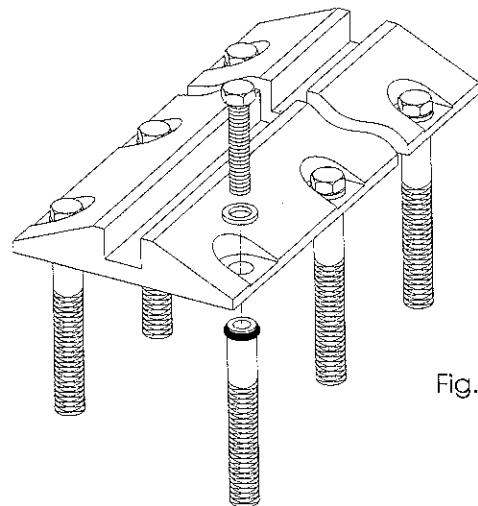

Fig. 2
- 3) Predisporre il corpo pedana per l'ancoraggio al suolo utilizzando le bussole d'acciaio e la viteria in dotazione come da Fig. 2.
- 3) Arrange for the strip to be fixed to the ground with the supplied steel loose pieces and screws as shown in Fig. 2.
- 3) Préparer l'enveloppe du seuil pour l'ancrage au sol en utilisant les chevilles filetées et la visserie fournie comme indiqué en Fig. 2.